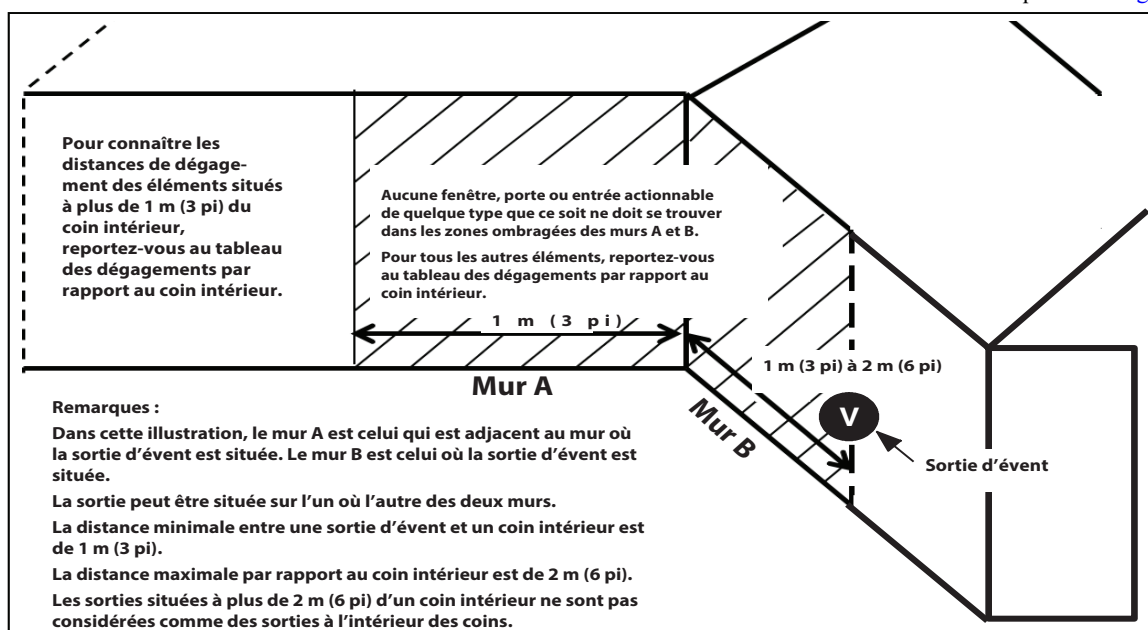

Fig. 46 – Sorties dans les coins intérieurs
2. La sortie d'évent doit être située à au moins 1 m (3 pi) d'un coin intérieur et respecter les distances de dégagement du schéma de sortie de coin. Consultez la Fig. 46.